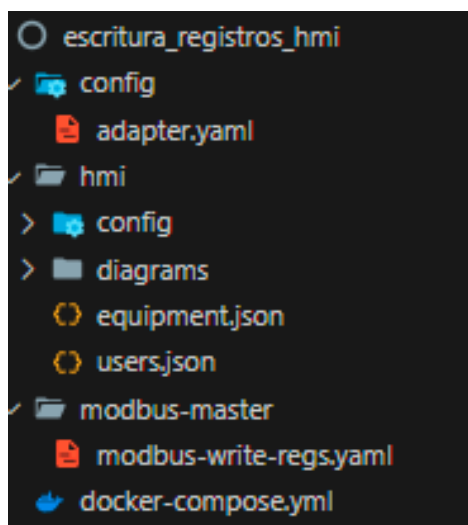

Figura 131: Estructura de directorios para escritura de registros Modbus con HMI.
- I. Estructura de ficheros para la escritura de registros con HMI: se requiere un directorio ‘config’ para el fichero de configuración del adaptador OpenFMB; luego se requiere el directorio ‘hmi’, que puede ser la carpeta por defecto del demo de OpenFMB; sigue el directorio ‘modbus-master’ que va a contener el fichero de configuración del plugin **modbus-master**. Finalmente se crea un fichero docker-compose.yml para la ejecución de la plataforma OpenFMB con todos los componentes necesarios. La Figura 131 muestra la estructura de directorios descrita.